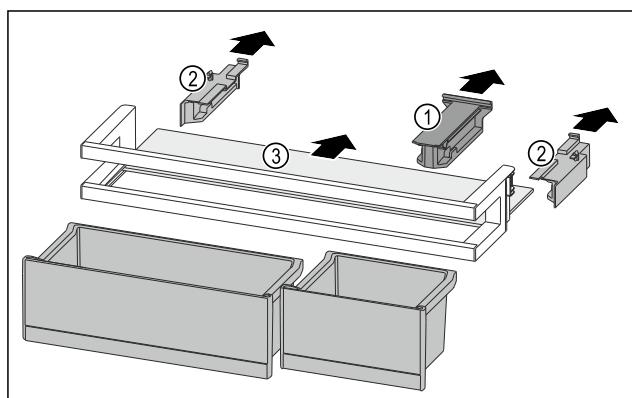

Fig. 119
- Snemite držalni del Fig. 119 (1).
- Snemite stranski del Fig. 119 (2).
- Odstranite polico za odlaganje Fig. 119 (3).